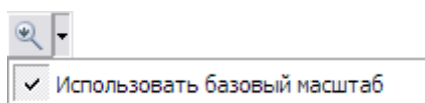

Рис. 5.118
Базовый масштаб будет применен для линий, которые мы рисуем сами, например, для выносок, если после его установки будет выбран пункт **Использовать базовый масштаб** (Рис. 5.118).
3. Выберите пункт **Использовать базовый масштаб** (Рис. 5.118).